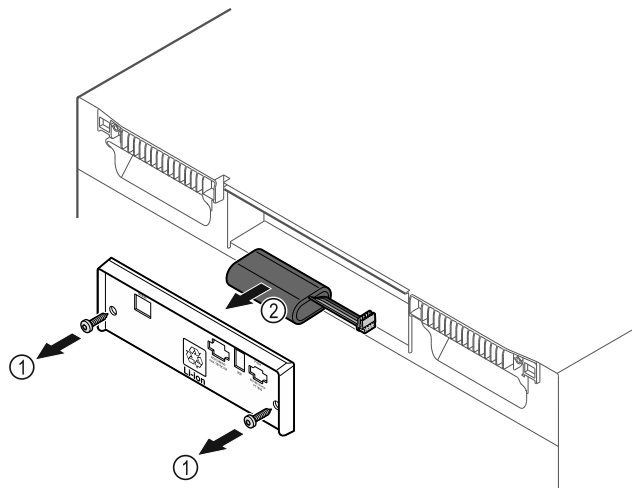

Fig. 184
- ▶ Открутите винты и снимите крышку с задней стороны устройства Fig. 184 (1).
- ▶ Отсоедините и извлеките аккумуляторную батарею Fig. 184 (2).